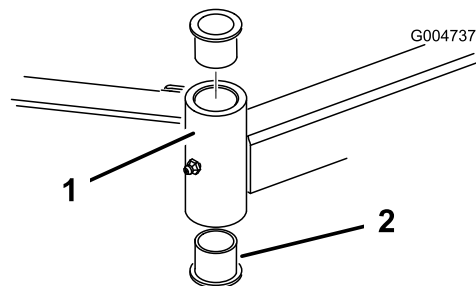

Figure 86
4. Insérez un chasse-goupille dans le haut ou le bas du tube de montage et chassez la bague hors du tube (Figure 86).